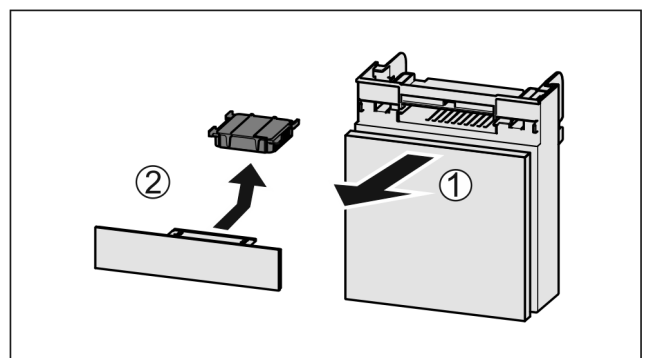

Fig. 103
- ▶ Fach nach vorne herausziehen Fig. 103 (1).
- ▶ Aktivkohlefilter entnehmen Fig. 103 (2).